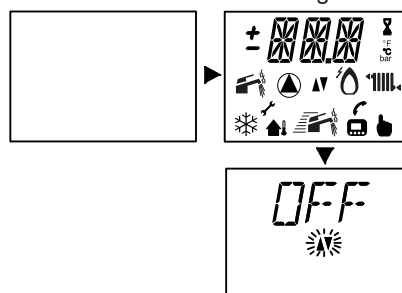

Fig. 6.6
- Conecte la alimentación eléctrica de la caldera accionando el interruptor bipolar incluido en la instalación; la pantalla LCD mostrará la secuencia de la Fig. 6.6.